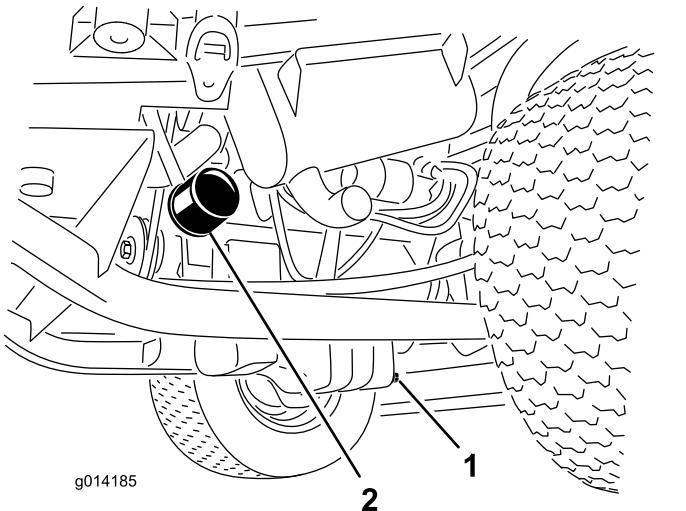

図 33
1. ドレンプラグ図 33を外してオイルを容器に受ける。
3. オイルフィルタ図 33を外す。